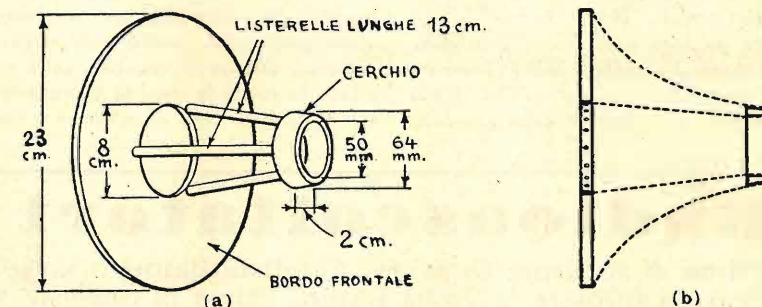
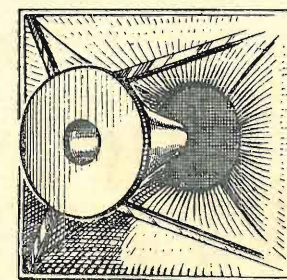
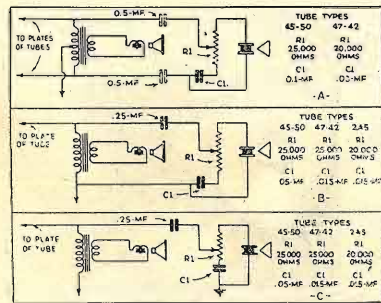
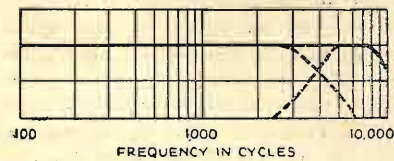

Fig. 4
Fig. 3
Fig. 5
Fig. 6
Onde migliorare ulteriormente la ri- produzione delle note acute, si può ricor- rere all'aggiunta di un doppio cono a forma di tromba, il cui montaggio definitivo è rappresentato nella Fig. 3 ed i dettagli costruttivi nella Fig. 4. Questa specie di tromba deve essere fis- sata a qualche centimetro di distanza dalla bocca dell'altoparlante o per meglio dire dalla tela fissata nel foro circolare dello schermo dell'altoparlante stesso. Essa si compone di un piccolo anello di legno, unito ad un disco pure di legno ed avente un foro centrale di circa 7,5 cm., mediante tre listerelle lunghe 12 o 13 cm. Sia l'interno che l'esterno di questa ossatura debbono essere ricoperti come mostra la Fig. 4 b con della seta
sis, sempre ammettendo che quest'ultimo sia connesso a terra. La Fig. 6 rappresenta le curve ottenibili con un solo ottimo altoparlante elettrodinamico e con l'aggiunta di un altoparlante a cristallo.
**UN RICEVITORE CON RIVELAZIONE IN OPPOSIZIONE (Push-pull).** — Lo schema rappresentato dalla Fig. 3 indica un ricevitore a due stadi, nel quale lo stadio di rivelazione comprende due valvole in opposizione. Il sistema dà dei vantaggi
3073 - ALBERTO BERTOLI, RAMIOLA. — Per quanto riguarda l'oscillatore, la pratica ci ha dimostrato non essere consigliabile ricorrere a sistemi complessi. Nello scorso numero 3 della nostra Rivista troverà lo schema di ben sette oscillatori tra i migliori esistenti. Quando Ella intenda usare l'alimentazione dalla rete stradale i due migliori che possiamo consigliarLe sono quelli rappresentati nella Fig. 2 e nella Fig. 5 rispettivamente a pag. 141 e 143, mentre se Ella desiderasse ricorrere all'alimentazione a batterie, i migliori a nostro parere sono quelli rappresentati nella Fig. 4 e Fig. 6. Come potrà rilevare l'oscillatore monovalvolare viene quasi